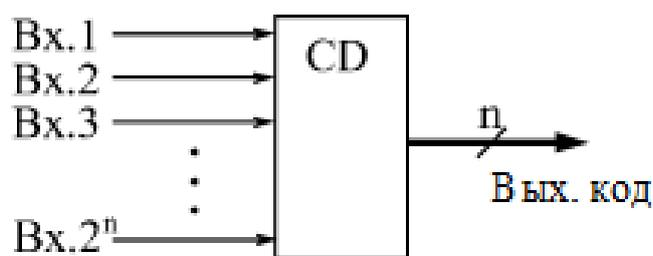

Рис. 3.1
**Шифратор** осуществляет преобразование десятичных символов в двоичную систему счисления. Функцию шифратора можно представить в условном виде, как показано на рис. 3.1